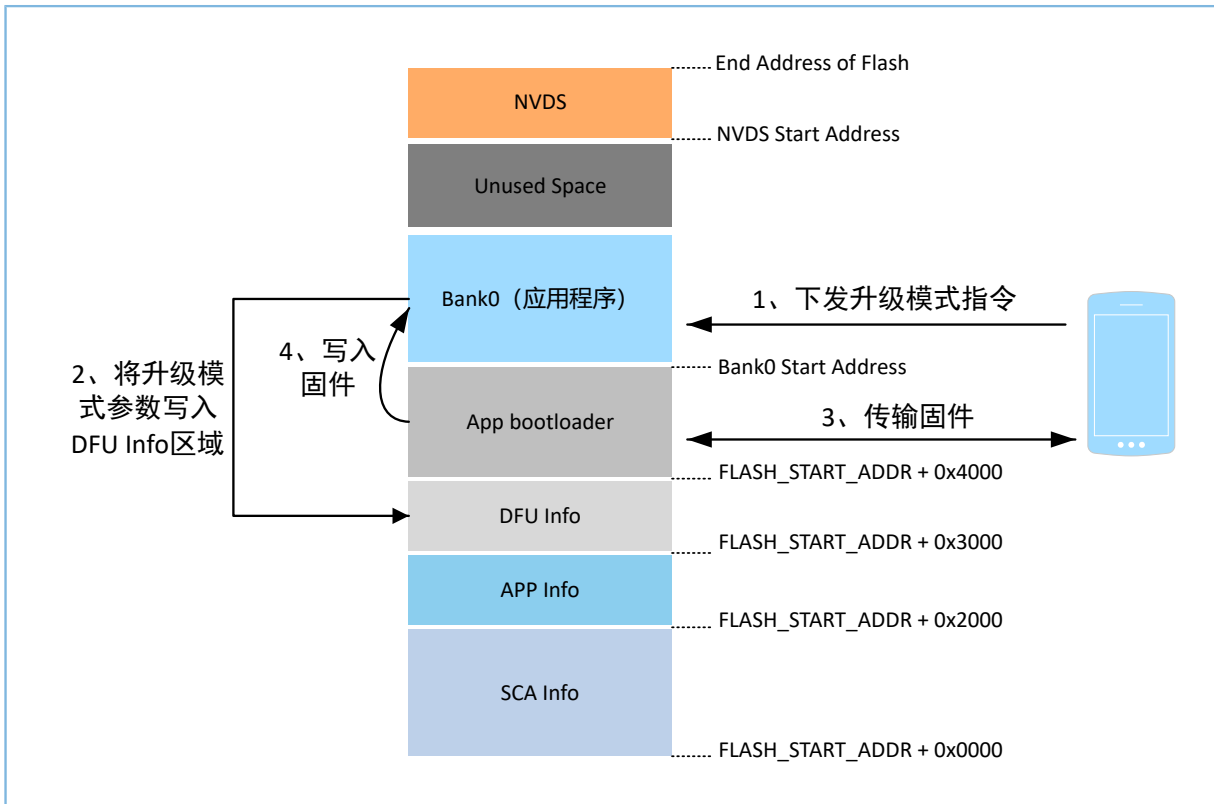

图 2-5 固件下载流程
- 如图 2-5所示，有Bank0固件的场景下，固件下载流程为如下步骤：